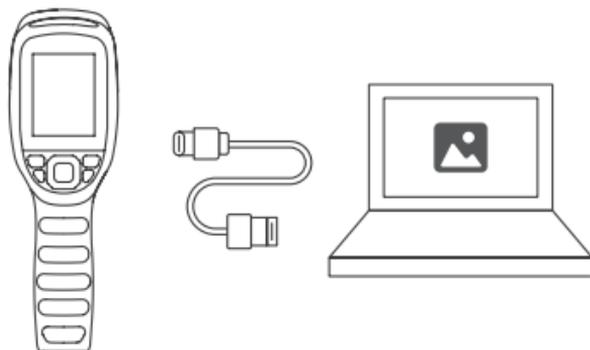

Рисунок 4.1.1
2. Подключите TC004 к компьютеру с помощью прилагаемого USB-кабеля (см. рис. 4.1.1).